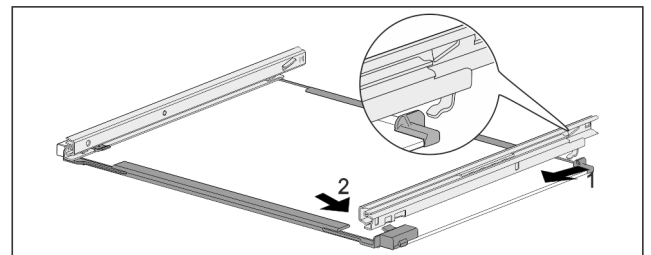

Fig. 242 Glasplatte mit Schienen
- ▶ Schiene hinten einhaken. Fig. 242 (1)
- ▶ Schiene vorne einrasten. Fig. 242 (2)